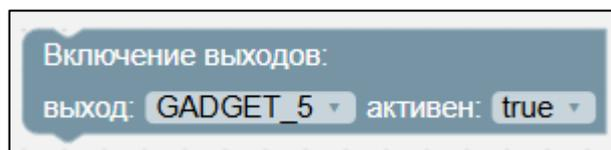

Рисунок II-43 – Блок «Включение выходов»
5. Блок «Включение выходов» (см. Рисунок II-43).